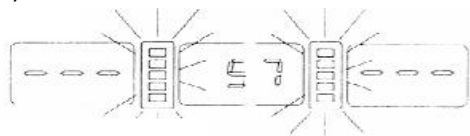

рис.5
- успешное запоминание дисплея показано на рис.5